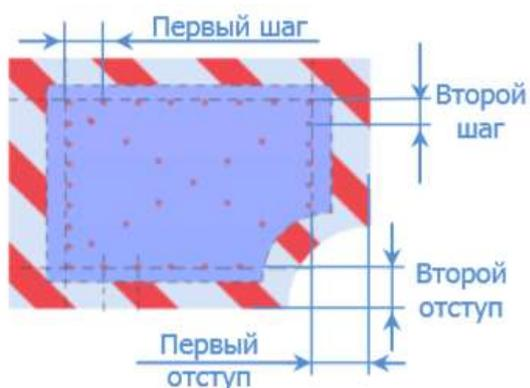

Рисунок 18- Сетка на плоскости
**Сетка на плоскости.** Позволяет разместить точки равномерно по поверхности плоскости. Задаются два отступа с разных направлений, а также шаг в одном направлении (т.е. расстояние между соседними точками) и шаг в другом направлении (рисунок 18).